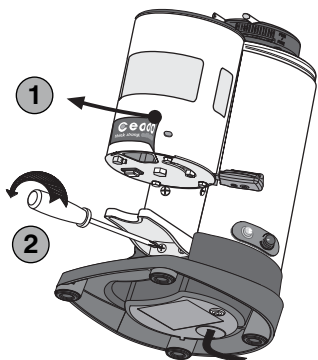

Fig. 9
- 1** Togliere l'adesivo Ceado dal dosatore (1, Fig. 9) e smontare la forcella di appoggio svitando le viti di fissaggio (2, Fig. 9). Conservare queste ultime in un luogo sicuro.